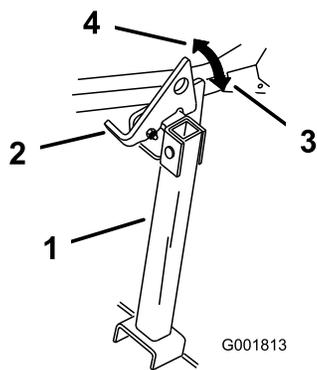

Figura 29
2. Levante el enganche a la posición DESBLOQUEADA (Figura 29).